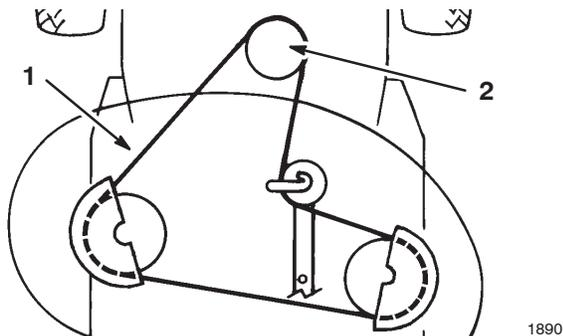

Figure 41
14. Ôtez la courroie du plateau de coupe de la poulie d'embrayage électrique (Fig. 41).
15. Déposez la courroie d'entraînement des lames de la poulie motrice inférieure (Fig. 41).
3. Passez la courroie d'entraînement des lames sur la poulie motrice inférieure (Fig. 41).